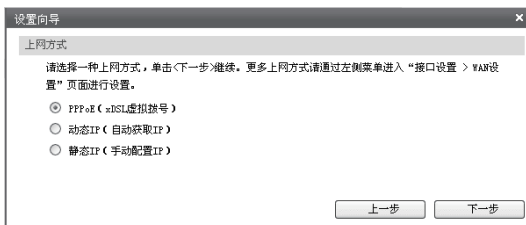

图4-7 上网方式
6. 图4-7显示了最常用的三种上网方式，可以根据自身情况进行选择，然后单击“下一步”继续。